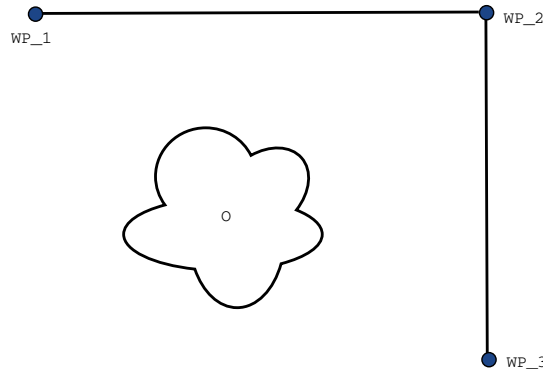

FIGURE 14.2 – WP_1 : position initiale, WP_2 : via point, WP_3 : position de ramassage, O : obstacle.
Exemple Considérez une application de ramassage et de placement comme un exemple (voir la figure 14.2), où le robot est actuellement au Point de cheminement 1 (WP_1), et elle doit ramasser un objet au Point de cheminement 3 (WP_3). Pour éviter les collisions avec l'objet et les autres obstacles (O), le robot doit s'approcher WP_3 dans la direction venant du Point de cheminement 2 (WP_2). Donc trois points de cheminement sont introduits pour créer un chemin qui répond aux exigences.